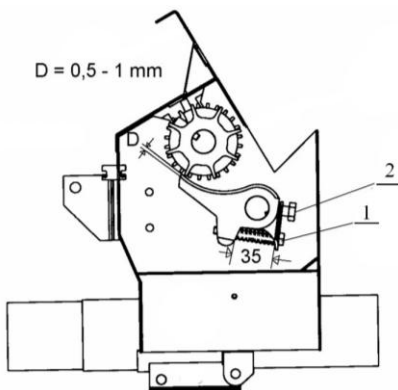

Рис. 8. Проверка и регулировка положения донных заслонок:
между донными заслонками и высевающими катушками возникает расстояние $D = 0,5 \dots 1$ мм (рис. 8), при нахождении рычага в верхнем положении (первом отверстии). После этого необходимо закрепить фиксирующий лист затягиванием крепежных винтов.
- Сзади проверить визуально, одинаково ли отрегулированы все клапаны по отношению друг к другу (в одном высевающем аппарате их четыре). При необходимости отрегулировать положение клапанов посредством установочных винтов 1 (рис. 8). Допускается поворот установочных винтов максимум на 2 оборота.